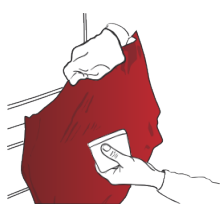

Abbildung 13
- › Gegebenenfalls die Folie wieder ablösen, erneut spannen, die konvexe Fläche vollständig bedecken und verkleben. (Abb. 13)